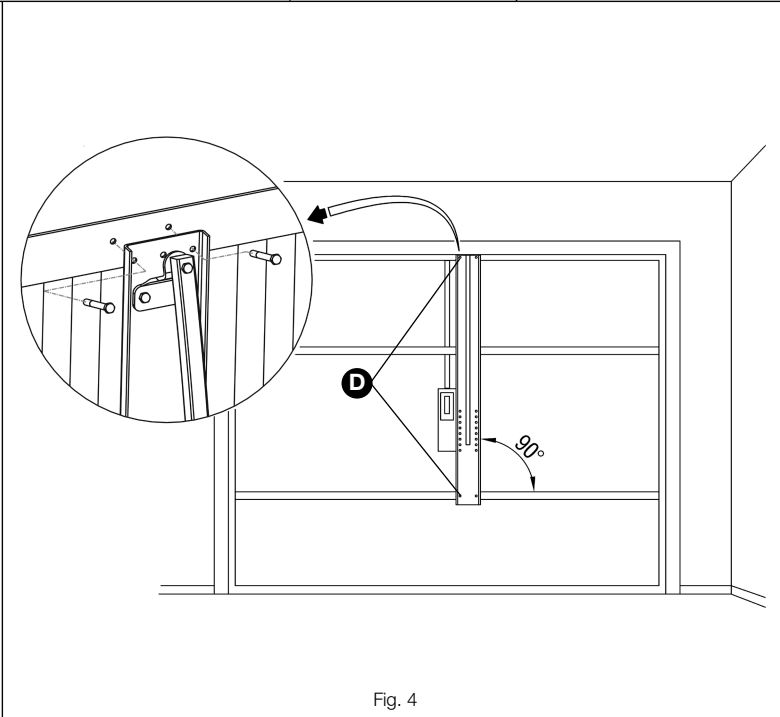

Fig. 4
2. Fixer la barre inférieure à la porte aux points **[D]** avec des vis., comme l'indique le détail de la fig. 4.
2. Die Bodenstange mit Schrauben an den Punkten **[D]** am Tor befestigen, wie auf Abb. 4 gezeigt.
2. Fije la barra de fondo al portón en los puntos **[D]** utilizando los tornillos, tal como muestra la Fig.4.
2. Bevestig de stang met schroeven op de punten **[D]** van de onderkant van de deur, zoals dat op afb.4 te zien is.